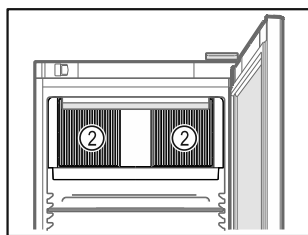

Fig. 64
- Ventilatiesleuf Fig. 64 (2) van de ventilator in de binnenruimte vrijhouden.